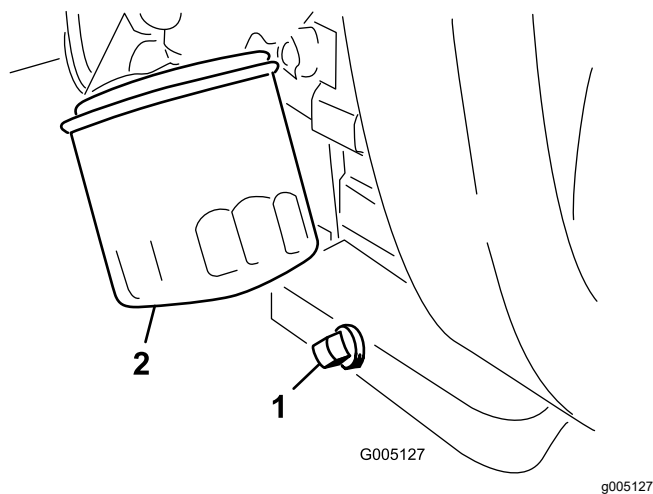

図 40
- ドレンプラグ 図 40 を外してオイルを容器に受ける。
2. ドレンプラグのねじ山をきれいにして PTFE シーラントを巻き付ける 図 40。
3. オイルフィルタ 図 40 を外す。